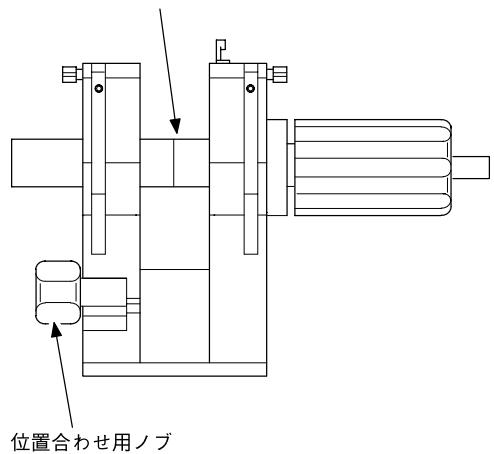

図20：チューブの位置を合わせる
2. チューブと継手の位置合わせを行います。図20をご参照ください。